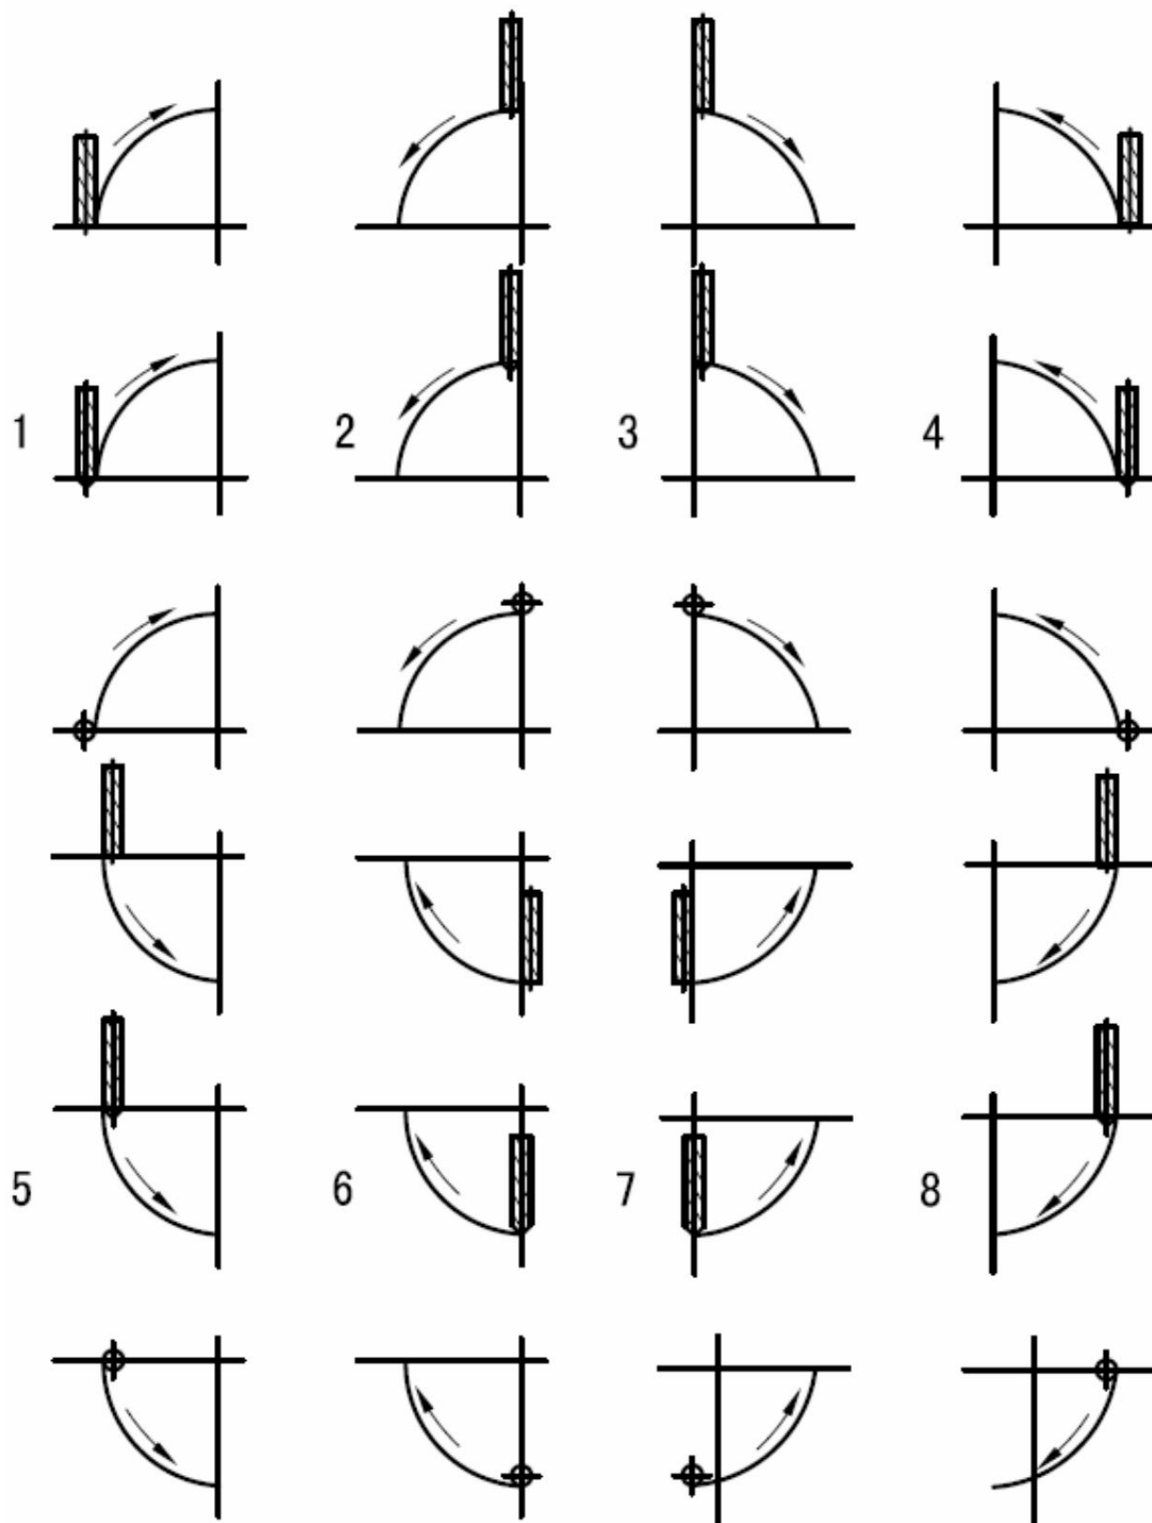

Figure 1
Positionnez la fraise directement en face du point de départ du rayon et appuyez sur le bouton  pour activer la fonction rayon. Regardez la figure 1 pour déterminer la position correcte de votre défonceuse (en face du point de départ du rayon).
Étape 2: Sélectionnez le type de rayon souhaité (sélectionnez un type 1-8, à partir de l'image ci-dessus (Figure 1).
Sélectionnez maintenant le type de rayon comme mentionné ci-dessus dans la figure 1.
Étape 2: Sélectionnez maintenant le type de rayon comme mentionné ci-dessus dans la figure 1.